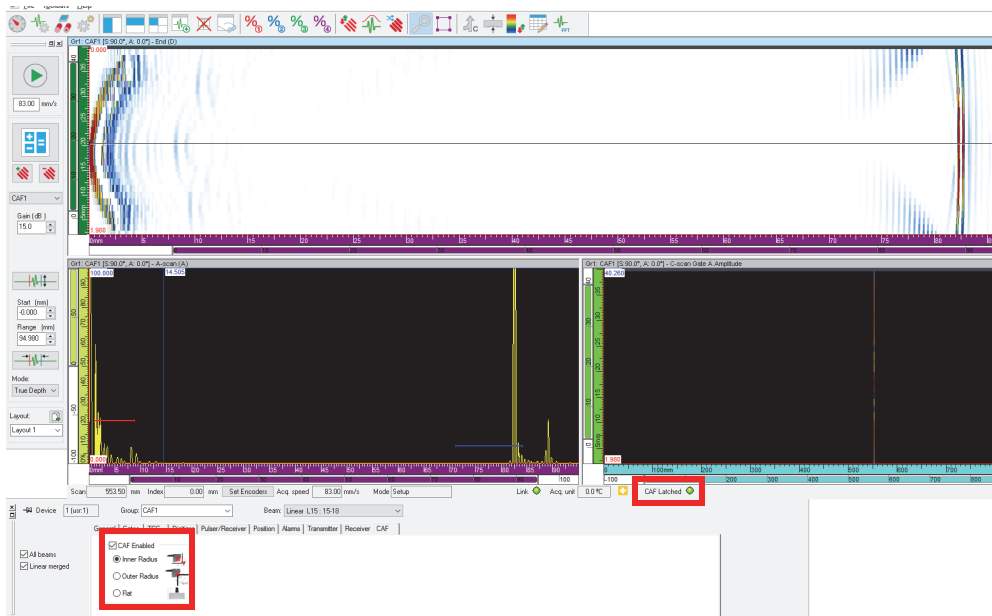

Abbildung 4-60 Auswählen und Aktivieren des CAF-Typs
8. In der **CAF** Registerkarte (im Dialogfeld **Ultraschalleinstellungen**) wählen Sie das Kontrollkästchen **CAF Enabled** (CAF aktiviert) aus und wählen Sie dann den Oberflächentyp aus (Abbildung 4-60 auf Seite 159).